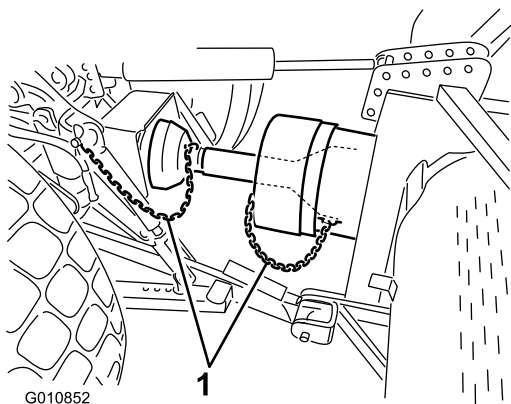

图22
6. 将护罩安全链连接到 PTO 护罩和牵引车支架（图22）。确保打孔机在升起或降下时安全链保持松弛状态。